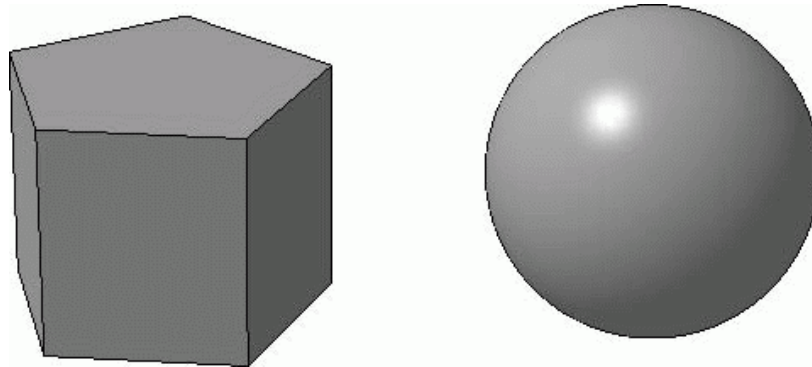

Рисунок 4.4 – Твердые тела: призма (состоит из семи граней) и шар (из одной грани)
*Твердое тело* – область трехмерного пространства, состоящая из однородного материала и ограниченная замкнутой поверхностью, которая сформирована из одной или нескольких стыкующихся граней. Любое твердое тело состоит из базовых трехмерных элементов: граней, ребер и вершин (рисунок 4.4).